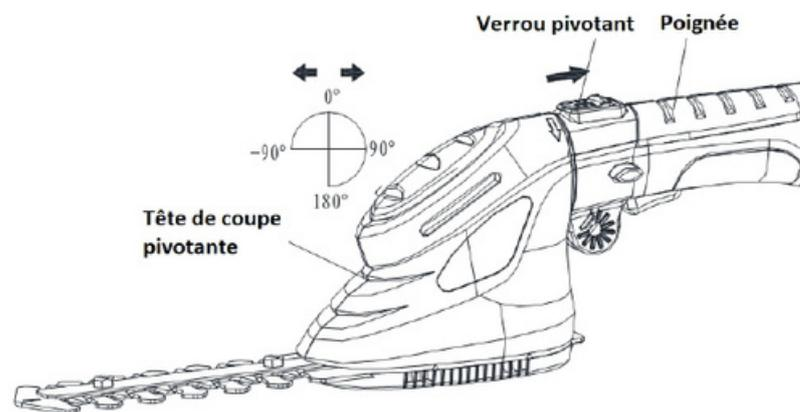

Fig. 4
4.6- Réglage de la tête de coupe pivotante (Fig. 4)